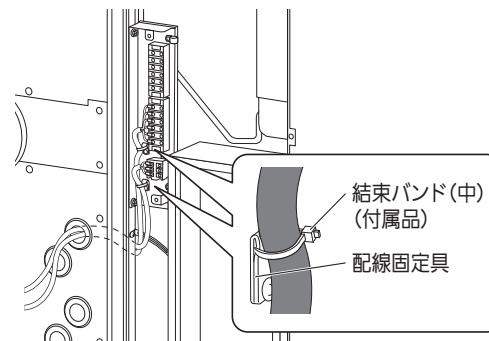

図 23
- ④ 外部入出力線を結束バンド（中：各 1 本（2 カ所）付属品）を使用して、配線固定具と共に締めしてください。（図 23）